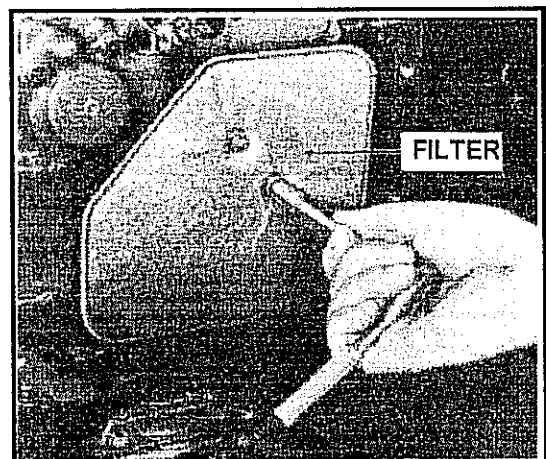

Abb. 10-155 Getriebeölfilter/Filtersieb am Ventilgehäuse
- Den Getriebeölfilter mit der zugehörigen Dichtung ansetzen. Siehe Abb. 10-155.